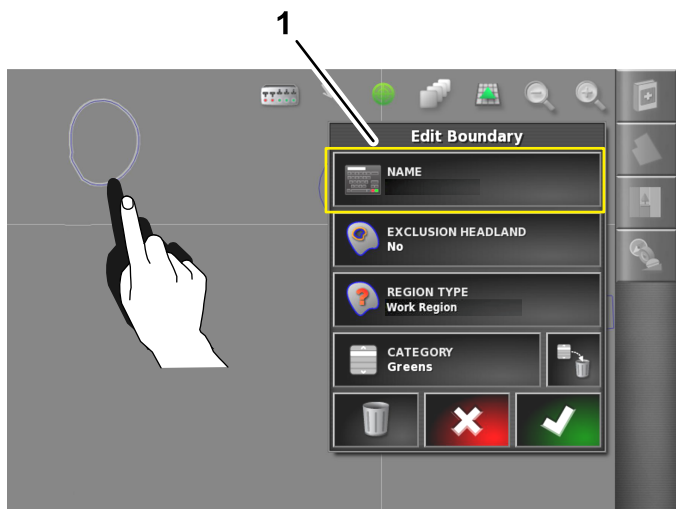

Рисунок 57
2. Уберите палец с экрана, появится диалоговое окно редактирования границы (Рисунок 57).